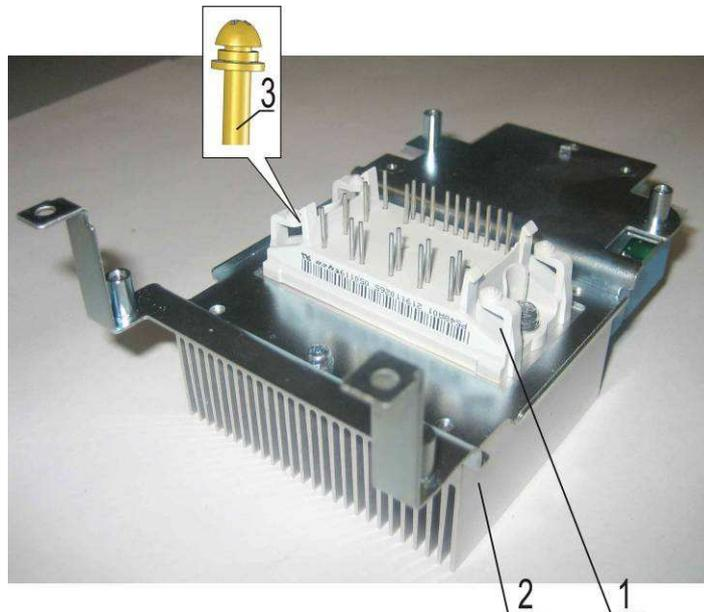

Рис. 7.4
- 7.2.3. Установить матрицу 1 над отверстиями радиатора 2 (рис. 7.4) и слегка притереть.
- 7.2.4. Вкрутить два винта 3 (рис. 7.4) для предварительного крепления матрицы.